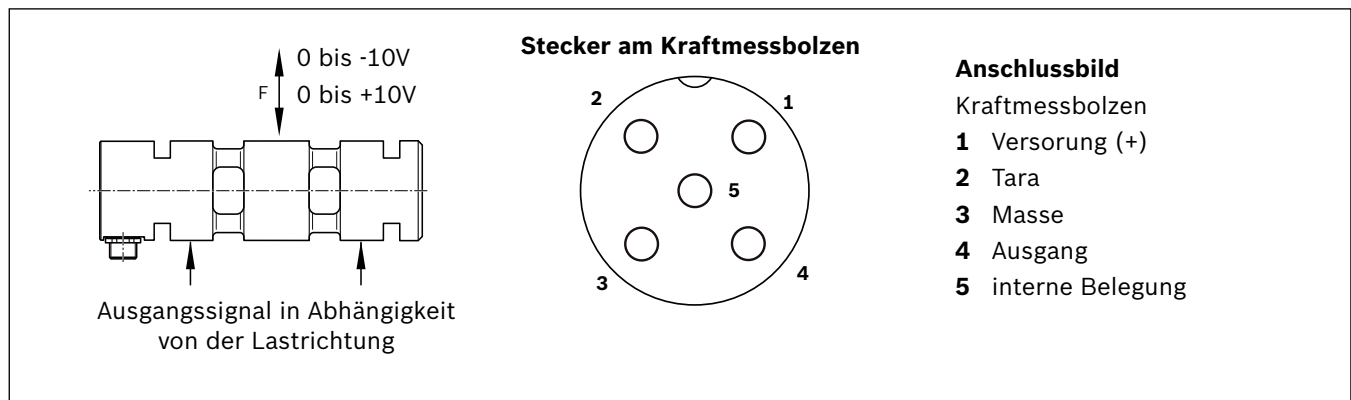

Fig. 11: Kraftmessbolzen elektrisch anschließen
3. Kraftmessbolzen (1) mit der Hand zwischen Gelenkkopf (2) und Gabellagerbock (3) einschieben.
4. Kraftmessbolzen (1) mit der mitgelieferten Bolzensicherung (4) auf einer Seite des Gabellagerbocks (3) axial und gegen Verdrehen sichern.
5. Elektrischen Anschluss am Kraftmessbolzen entsprechend der Applikation ausrichten. Polarität des Anschlusses ➔ Fig. 11 auf Seite 16.